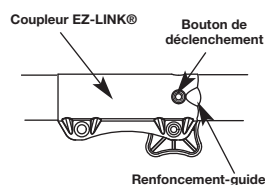

Fig. 13
REMARQUE : aligner le bouton de déclenchement avec le renforcement-guide facilitera l'installation (Fig. 13).
2. Appuyez sur le bouton de déclenchement et maintenez-le enfoncé (Fig. 13).